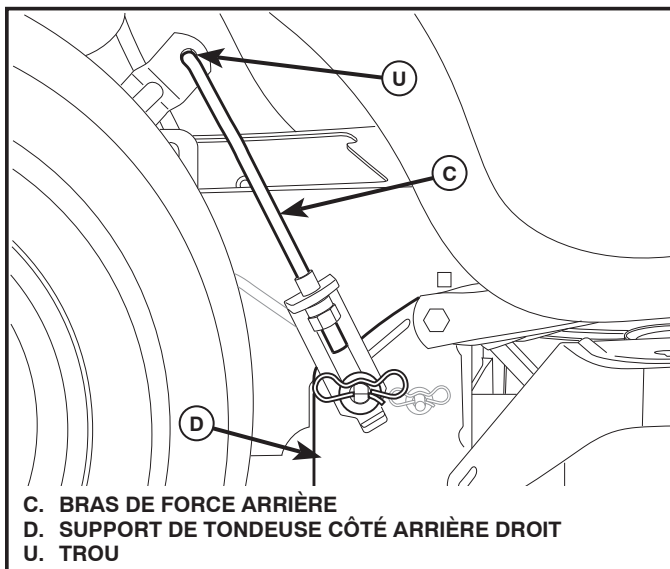

Fig. 32
## 7. ATTACHER LES BRAS DE FORCE ARRIÈRE (C) (Voir la Fig. 32)
- Insérer l'extrémité de la tige du bras de force arrière (C) dans le trou (U) du bras de suspension d'arbre et pivoter le bras vers le bas de la tondeuse.
- Lever le coin arrière de la tondeuse et placer la fente dans le bras sur la goupille sur le support arrière de la tondeuse (D) et fixer avec une grande rondelle et un grand ressort de retenue.